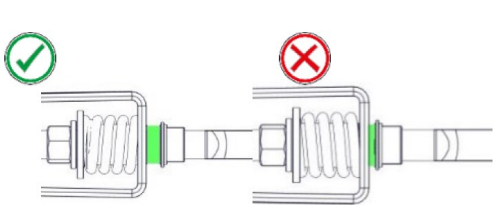
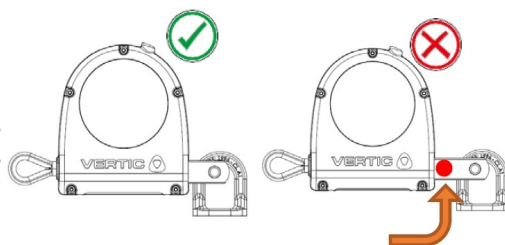

Рис. 4
Рис. 5
-Перед присоединением к линии **BATILIGNE** необходимо проверить индикатор натяжения линии Рис. 4, индикатор срыва на амортизаторе Рис. 5.